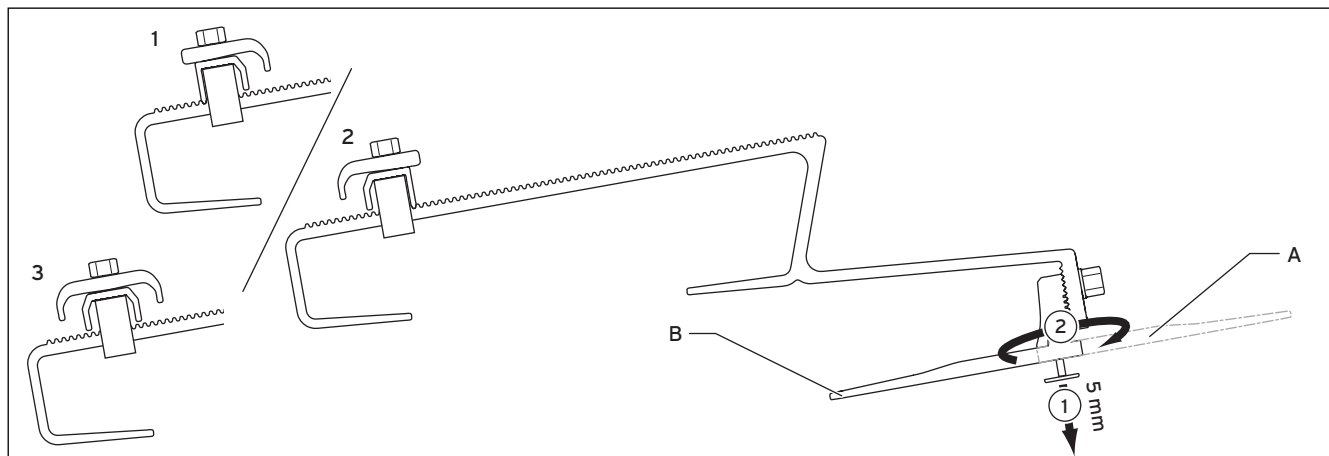

Рис. 5.3 Кровельные анкера типа Р
2. Позиционируйте кровельный анкер. При этом следите за правильностью положения верхнего, центрального и нижнего кровельного анкера (см. рис. 5.3).
3. Навесьте кровельный анкер на обрешетину. При этом следите за правильностью положения верхнего, центрального и нижнего кровельного анкера (см. рис. 5.3).
4. Позиционируйте центральную гайку так, чтобы после насаживания верхней части анкера передняя область наложения прилежала к кровельному покрытию. При этом следите за правильностью положения верхнего, центрального и нижнего кровельного анкера (см. рис. 5.3)